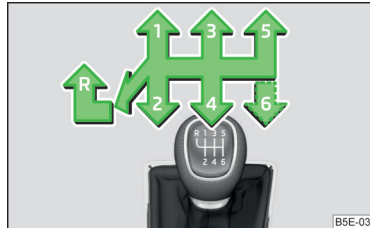

Abb. 108
Auf dem Schalthebel ist das Schaltschema für die einzelnen Gangstellungen dargestellt » **Abb. 108**.
- Den Schalthebel völlig nach links und dann nach vorn in **R**-Stellung stellen » **Abb. 108**.